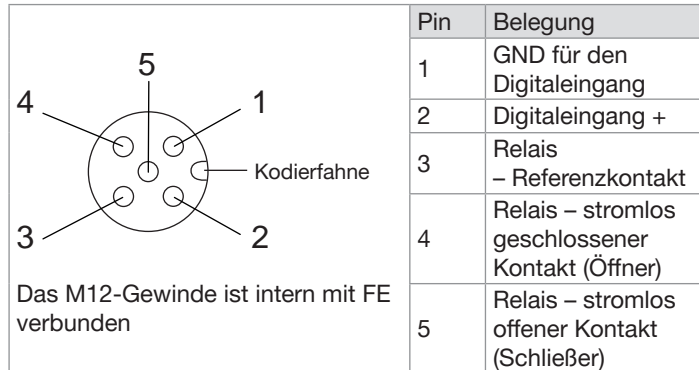

Abb. 19: Analogue MFM, Analogue MFC: Pinbelegung, 5-polige M12-Buchse (A-codiert)
- Den Gegenstecker gemäß der Pinbelegung der M12-Buchse in Abb. 19 verdrahten. Die Anweisungen des Herstellers des Gegensteckers befolgen.